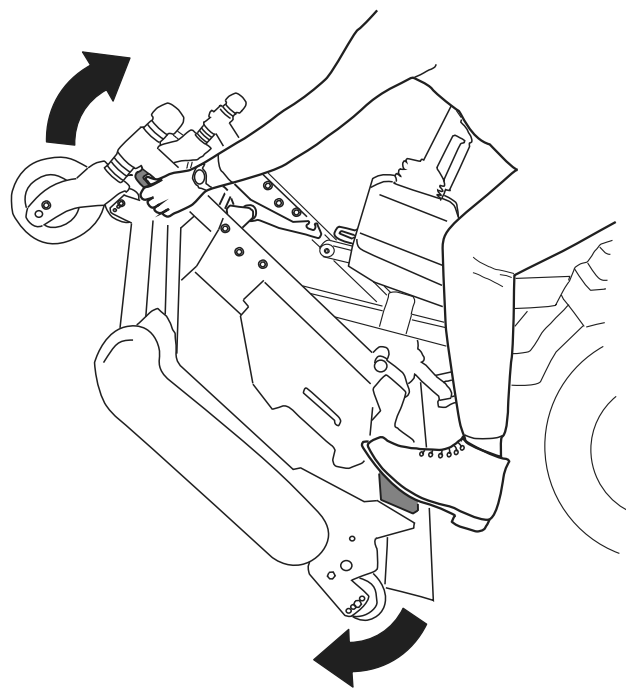
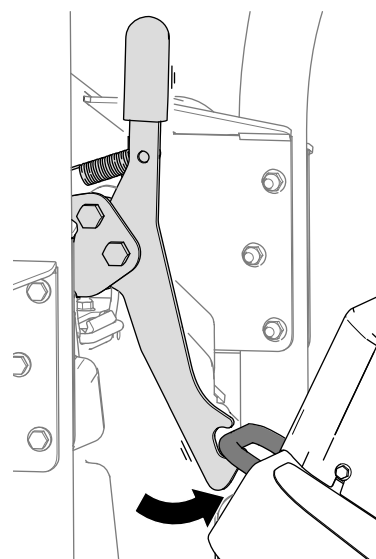
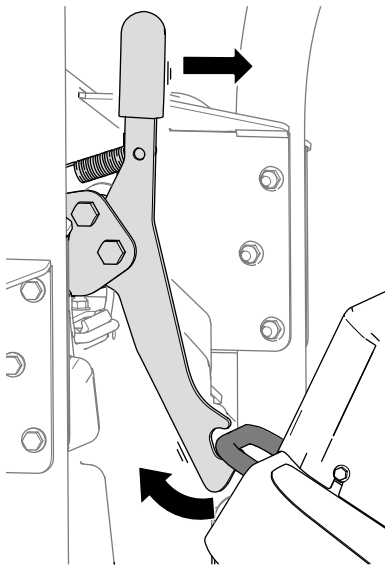

Bild 36
Bild 37
Bild 38
5. Drehen Sie das Mähwerk (**Bild 36**) so, dass die Verriegelung in die Befestigungshalterung (**Bild 37**) einrastet.
1. Lösen Sie die Verriegelung des Mähwerks von der Befestigungshalterung (**Bild 38**), indem Sie das Mähwerk leicht nach vorne drehen (siehe **Bild 36**) und den Verriegelungsgriff nach vorne ziehen.